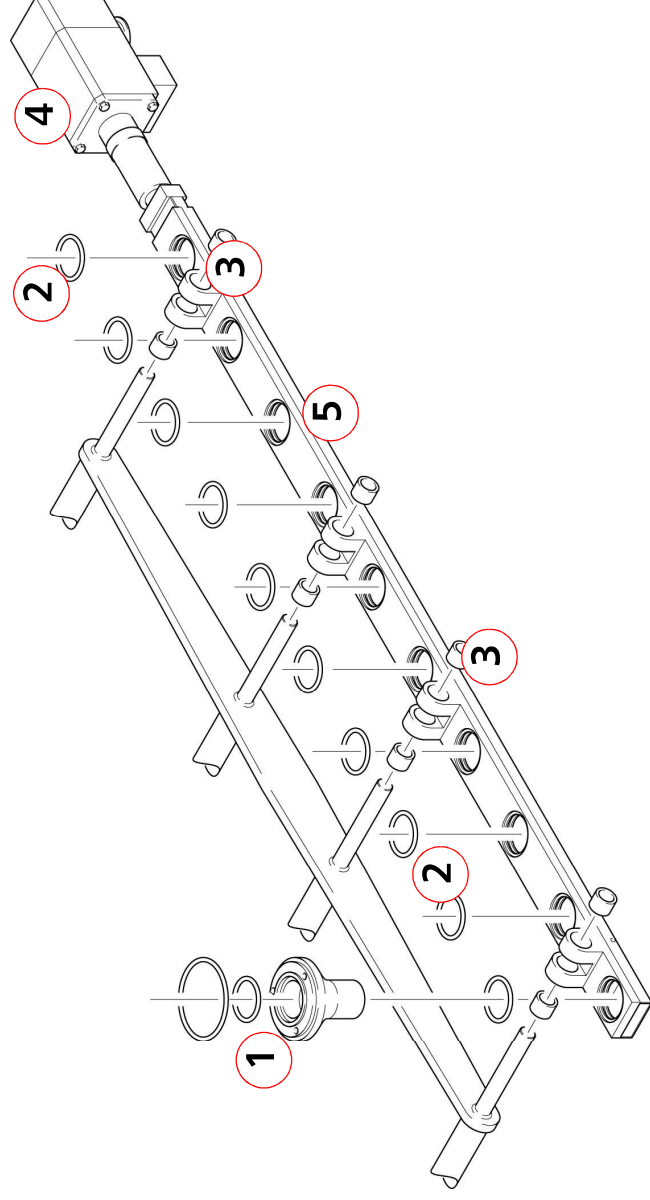

Bild 6-15
a) wöchentlich (Bild 6-15)
- Dichtungen des Füllauslaufadapters (Bild 6-15) auf Beschädigungen kontrollieren, ggf. austauschen (incl. Kupplungsstück).